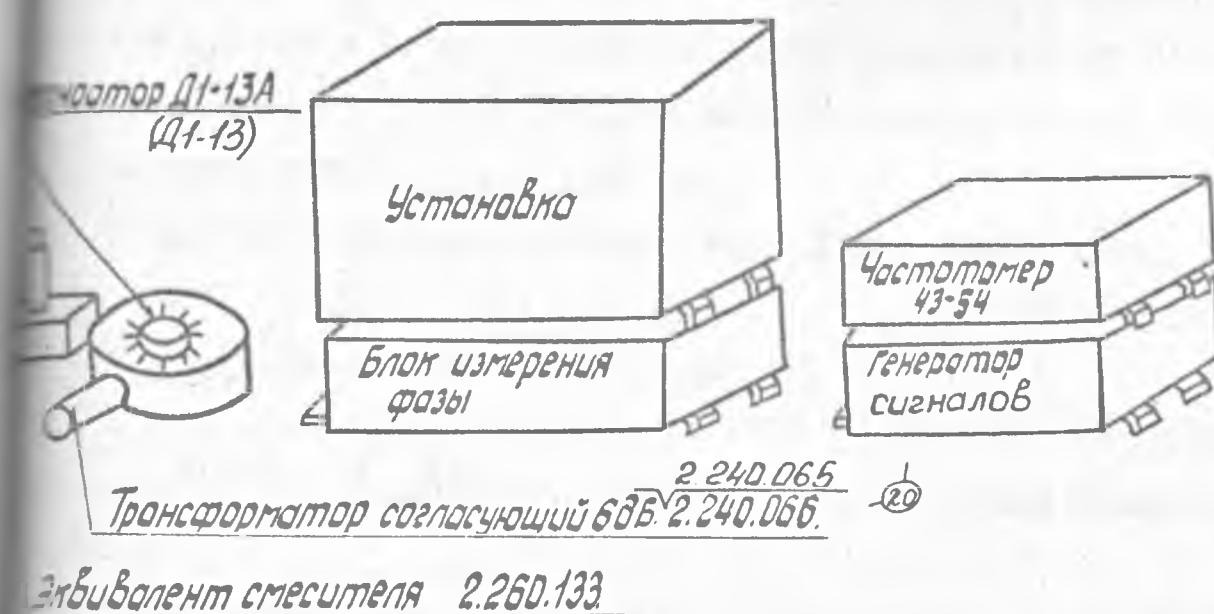

Рис. 82. Схема расположения приборов при определении погрешностей δOA , δPA .
13.3.7. Определение погрешности образцового аттенуатора производится по схеме, приведенной на рис.81. Расположение приборов должно быть таким, как указано на рис.82.